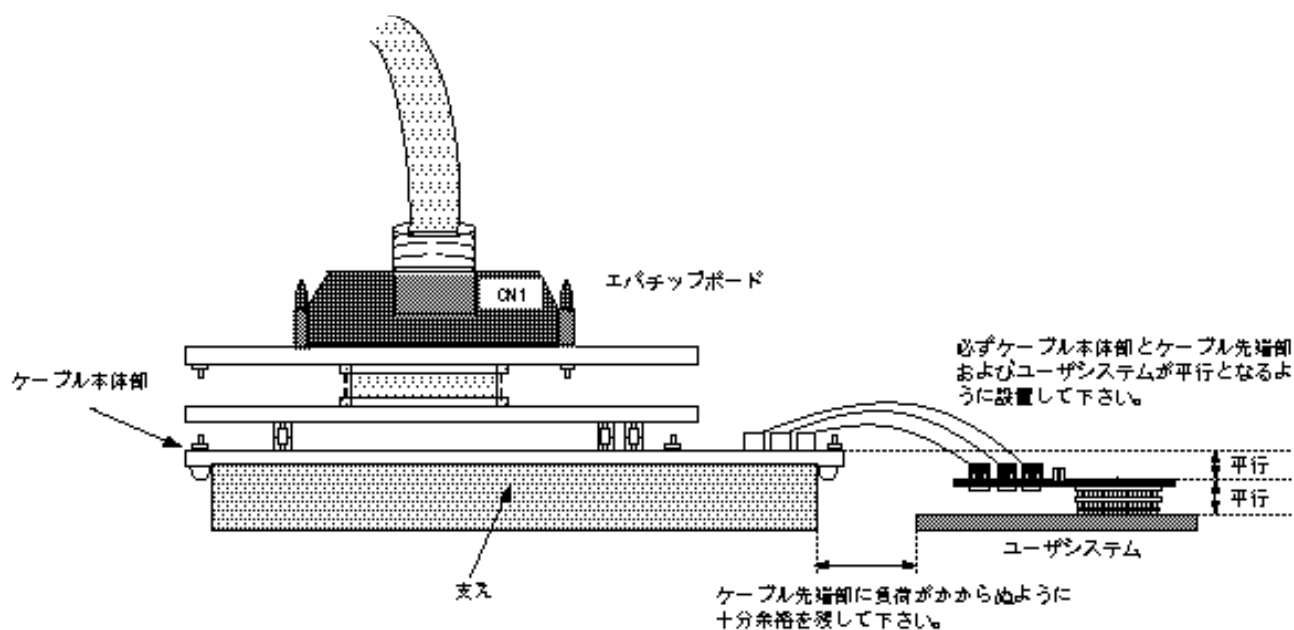

図 8 設置例
- (1) 本ユーザシステムインタフェースケーブルに付属の IC ソケットには、MCU を直接実装することはできません。
- (2) ユーザシステムへの接続時には 1 ピン位置に十分注意して、誤接続は絶対にしないでください。
- (3) ユーザシステムに接続した状態では、ユーザシステムインタフェースケーブルに無理な力を加えないようにしてください。
- (4) 本ユーザシステムインタフェースケーブルを使用する場合の推奨マウントパット寸法は、MCU 実装用マウントパット寸法とは異なりますので注意してください。
- (5) 本ユーザシステムインタフェースケーブルは、HS7055EBK81H エバチップボード専用ですので、他のエバチップボードには使用しないでください。
- (6) 本ユーザシステムインタフェースケーブルでは、ユーザシステム上の水晶振動子は使用できません。水晶振動子を使用する場合は、エバチップボードの水晶振動子取付け端子に水晶振動子を実装してください。
- (7) ケーブル先端部の Vcc 端子に電源が供給されていない場合は、*** VCC DOWN”を表示します。この場合、エミュレータは正しい動作をしませんのでご注意ください。
- (8) ユーザシステムインタフェースケーブルを使用してユーザシステムに接続した場合は、ケーブル先端部に負荷がかからないように注意する必要があります。図 8 の設置例を参照してご使用ください。